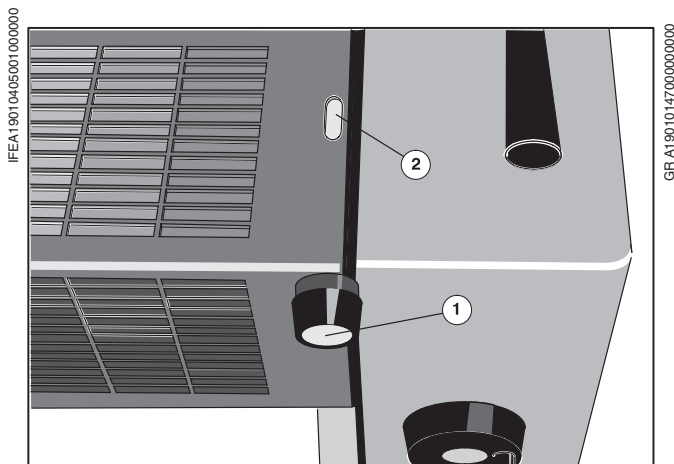

Рис. 15 Радиальная приводка на ПС 1
На **работающей машине** оттиск можно сместить вращением поворотной ручки на приемке (Рис. 15/①) на 30 мм к передней кромке листа и на 15 мм к задней кромке листа. Показания считаются на шкале (Рис. 15/②).